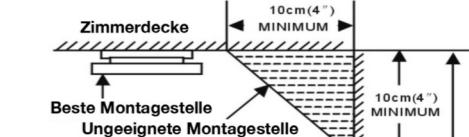

Bild 3
- Wenn der Rauchwarnmelder an einer Wand montiert wird, dann muss die Montagestelle 10 cm unterhalb der Zimmerdecke liegen (siehe Bild 3).